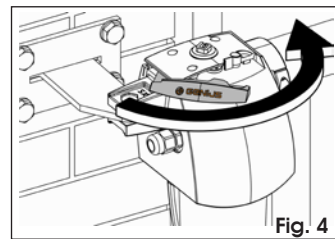

Fig. 4
2. Chiudere la leva di sblocco (Fig. 4).